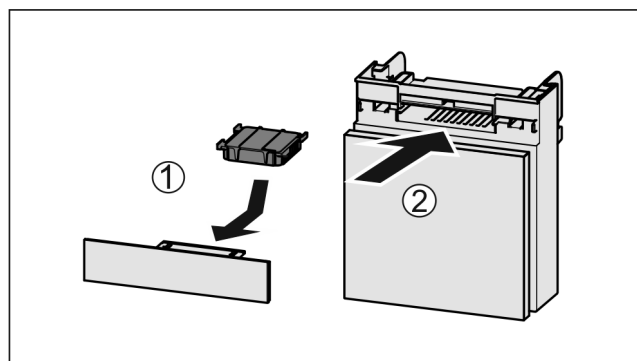

Fig. 237
- ▶ Umetnite filter s aktivnim ugljenom kao što je prikazano na slici Fig. 237 (1).
- ▶ Umetnite pretinac Fig. 237 (2).